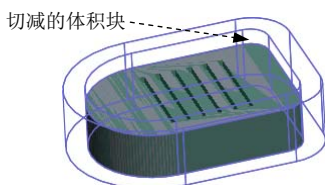

图 3.2.21 切减材料后的模型
Step2. 在弹出的  菜单中选择   命令，系统弹出“相交元件”对话框。单击  按钮和  按钮，最后单击  按钮，切减后的模型如图 3.2.21 所示。